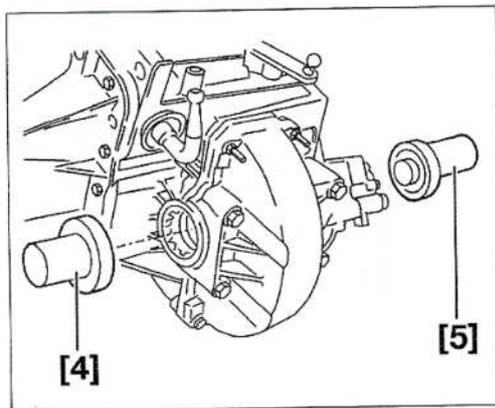

FIG. 5
- Sustituir sistemáticamente las juntas de labios utilizando los tampones de montaje [4] y [5] (tampones de montaje de las juntas de labios de salida de puente (Fig.5)).